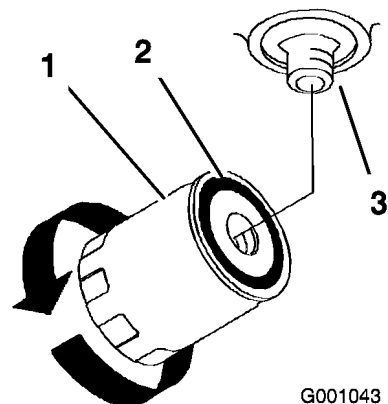

Figure 53
4. Appliquez une fine couche d'huile propre sur le joint en caoutchouc du filtre de rechange (Figure 53).
l'adaptateur du filtre. Serrez ensuite le filtre de 1/2 tour supplémentaire (Figure 53).